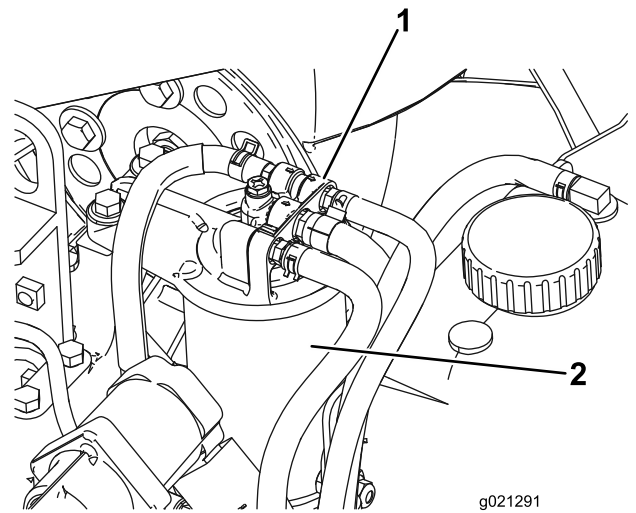

Figure 82
1. Nettoyez la surface autour de la tête du filtre à carburant (Figure 82).
2. Déposez le filtre et nettoyez la surface de montage de la tête du filtre (Figure 82).